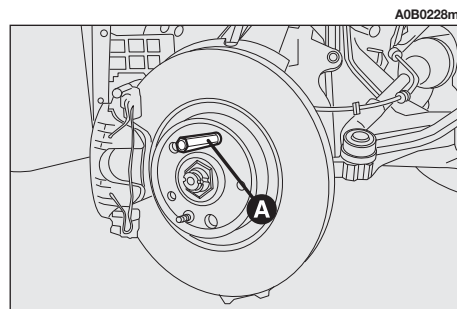

fig. 9
– Avvitare il perno di centraggio (**A-fig. 9**) in uno dei fori dei bulloni di fissaggio.
– Togliere il perno di centraggio (**A-fig. 9**) ed avvitare l'ultimo bullone di fissaggio.